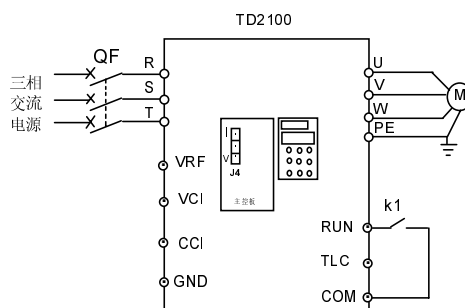

图4-4 端子控制运行配线图
如图4-4所示。
- (1)按图4-4接线后上电；
- (2)用PANEL/REMOTE键进入面板控制方式；
- (3)按PRG键进入编辑状态；
- (4)分别定义如下参数：